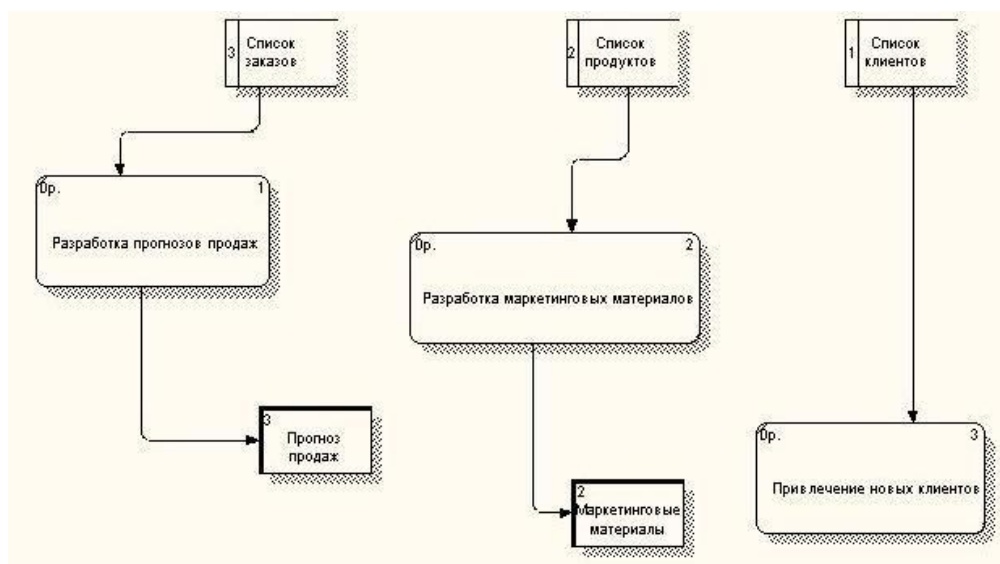

Рис. 9.4. Диаграмма A23
2.4. Свяжите объекты диаграммы DFD стрелками, как показано на рис. 9.4.